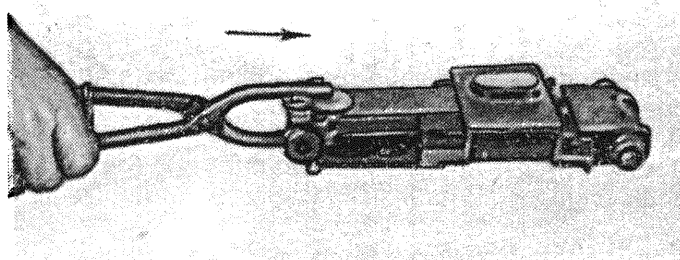

Рис. 103
6. Захваченную клещами прижимную лапку с пружинами вставить цапфами в гнезда вкладыша крышки и продвинуть вкладыш крышки до упора планки клещей в переднюю кромку крышки приемника (рис. 103).